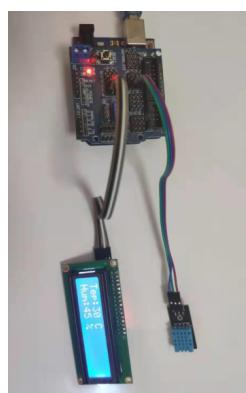

图 19.2: 实验接线图
- (1) 按照如图19.2所示的方式完成接线;
- (2) 打开 Arduino IDE，输入程序;
- (3) 检查无误后上传程序;
- (4) 观察 LCD 显示屏上的显示结果。